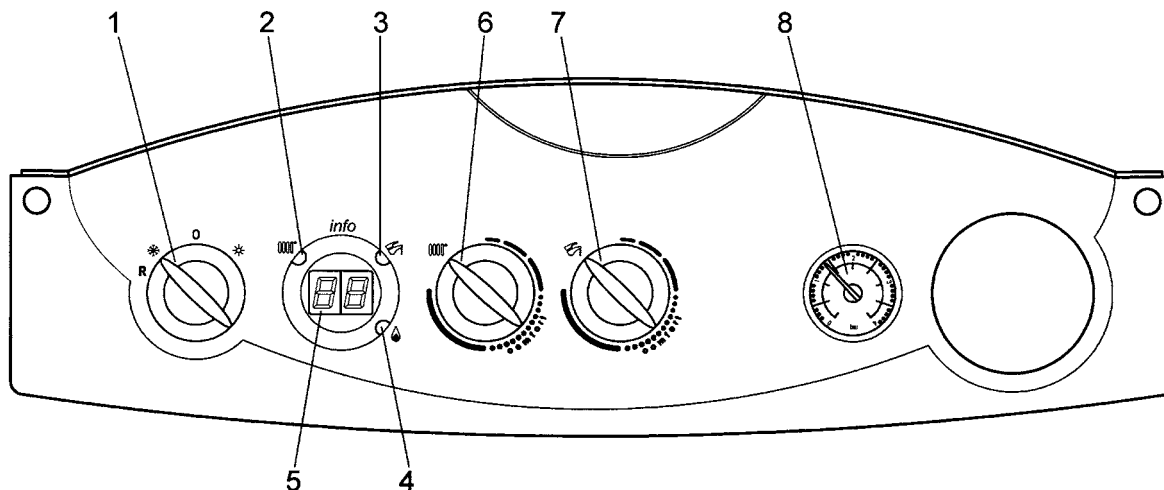

Figure 1
4. Remplissage de la chaudière Important: Vérifiez périodiquement que la pression lue sur le manomètre (8 - figure 1) lorsque l'installation est froide soit de 1 - 1,5 bar. En cas de surpression, manœuvrez le robinet de vidange de la chaudière. Si la pression est inférieure, manœuvrez le robinet de remplissage de la chaudière (figure 4).